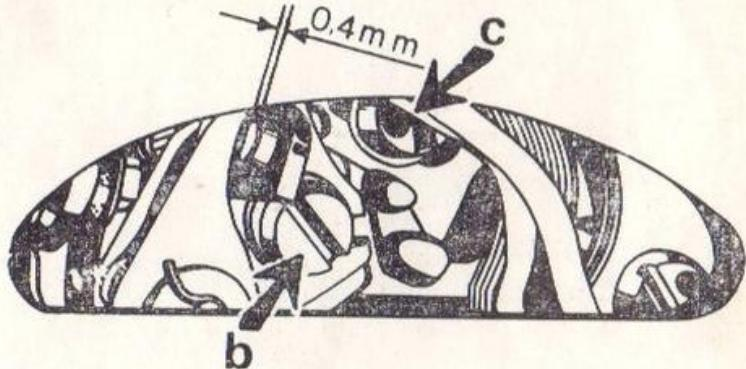

Fig. 25.
2. Slăbiți șurubul „b“ (fig. 25) și reglați distanța între contacte la 0,4 mm controlînd-o cu lama calibrată din trusa de scule. Strîngeți la loc șurubul „b“.
4. Atît momentul aprinderii cît și distanța între contacte verificați-le după strîngerea șuruburilor „c” respectiv „b” din fig. 25.